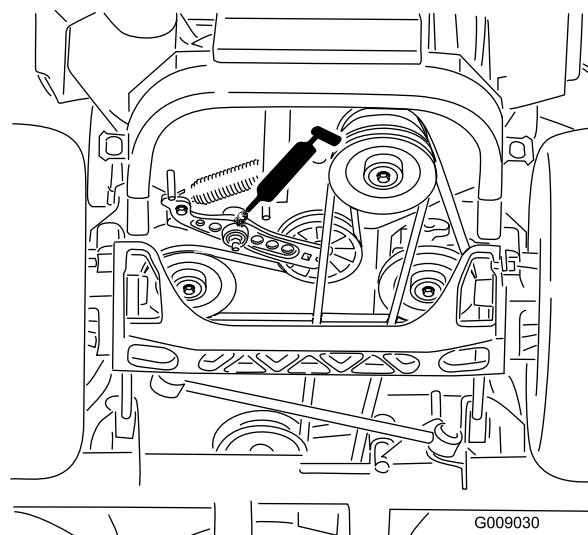

**Figura 54**
5. Lubrificate il perno della puleggia tendicinghia del piatto di taglio finché non fuoriesce grasso dalla parte inferiore (Figura 53 o Figura 54).